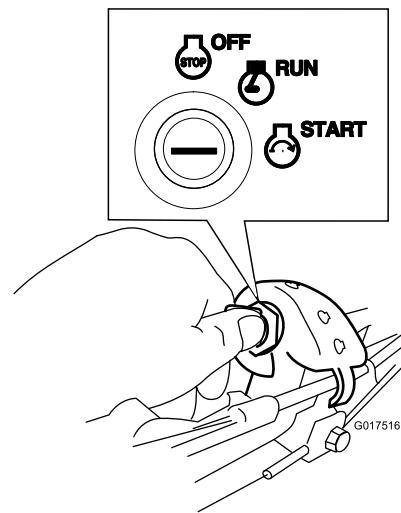

Bild 17
- **Zündschlüssel:** Stellen Sie den Zündschlüssel auf die Start-Stellung (Bild 17); lassen Sie den Schlüssel los, wenn der Motor anspringt.
1. Drehen Sie den Zündschlüssel auf die Lauf-Stellung (Bild 17).